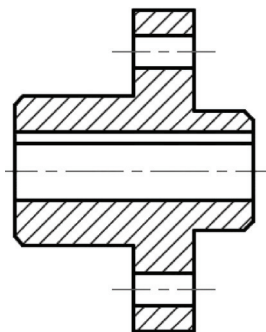

图 3-41 完成绘制剖面线（图案填充）
⑤ 确保在“选项”面板中选中“关联”按钮，在“关闭”面板中单击“关闭图案填充创建”按钮，则退出“HATCH”并关闭“图案填充创建”上下文选项卡。完成绘制的剖面线如图 3-41 所示。